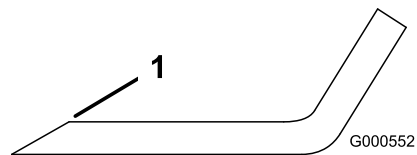
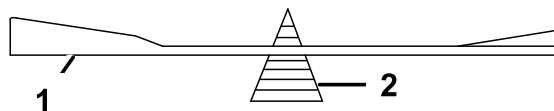

Figure 47
Figure 48
1. Au moyen d'une lime, aiguissez les tranchants aux deux extrémités de la lame (Figure 47). Veillez à conserver l'angle de coupe d'origine. Limez la même quantité de métal sur chacun des deux tranchants pour ne pas déséquilibrer la lame.
2. Vérifiez l'équilibre de la lame en la plaçant sur un équilibreur (Figure 48). Si la lame reste horizontale, elle est équilibrée et peut être utilisée. Si la lame est déséquilibrée, limez un peu l'extrémité de la partie relevée seulement (Figure 47). Répétez la procédure jusqu'à ce que la lame soit équilibrée.